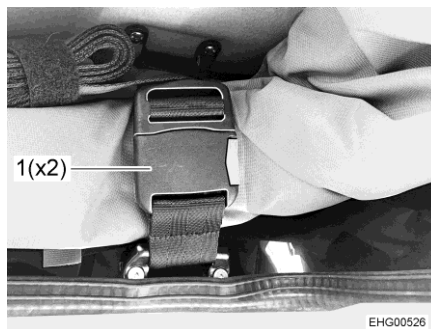

Bild 52 Bärtlås
- Öppna båda bärtlåsen (Bild 52,1).